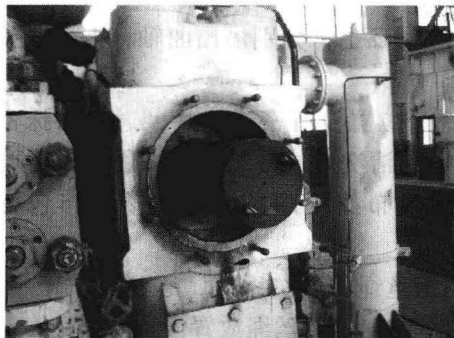

图 1-8 活塞上的吊环
8) 以拆卸 2 级活塞为例说明, 在活塞端面上设有螺钉孔, 用于安装吊环, 在活塞上安装两个吊环, 吊环要拧紧, 如图 1-8 所示。